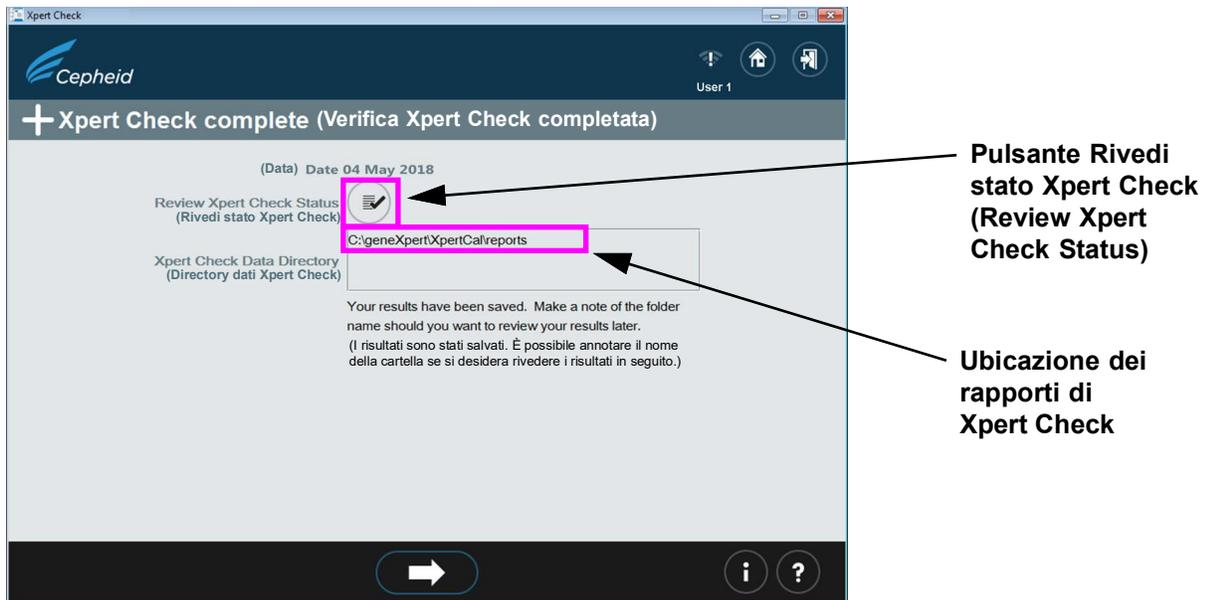

Figura 2-46. Schermata Verifica Xpert Check completata (Xpert Check complete)
- E. Dopo aver applicato il codice Xpert Check, compare la schermata Verifica Xpert Check completata (Xpert Check complete) con l'ubicazione del rapporto di Xpert Check nel campo **Directory dati Xpert Check (Xpert Check Data Directory)**. Annotare il percorso e l'ubicazione del file del rapporto di Xpert Check, come mostrato qui sotto. Vedere la Figura 2-46.
- F. Toccare o fare clic sul pulsante **Rivedi stato Xpert Check (Review Xpert Check Status)** (vedere la Figura 2-46).